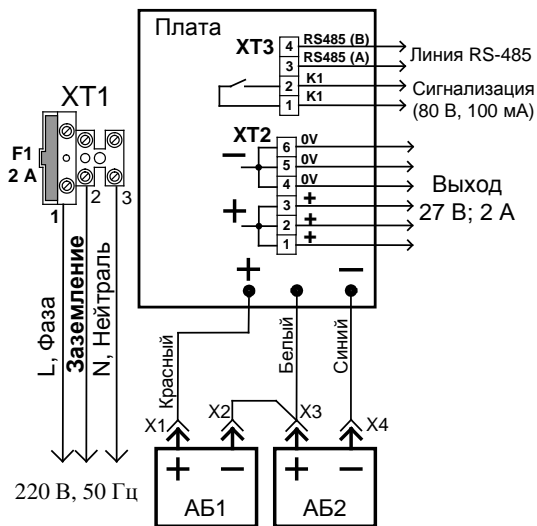

Рис. 3. Схема подключения
При подключении проводов внешнего питающего напряжения 220 В к сетевой колодке необходимо соблюдать правильность подключения «фаза», «нейтраль» и «земление». Подключение цепей к РИП производить в соответствии с рис. 3.
2.3.1 Проверить правильность произведённого монтажа в соответствии со схемой подключения РИП-24 исп.51 (рис. 3).